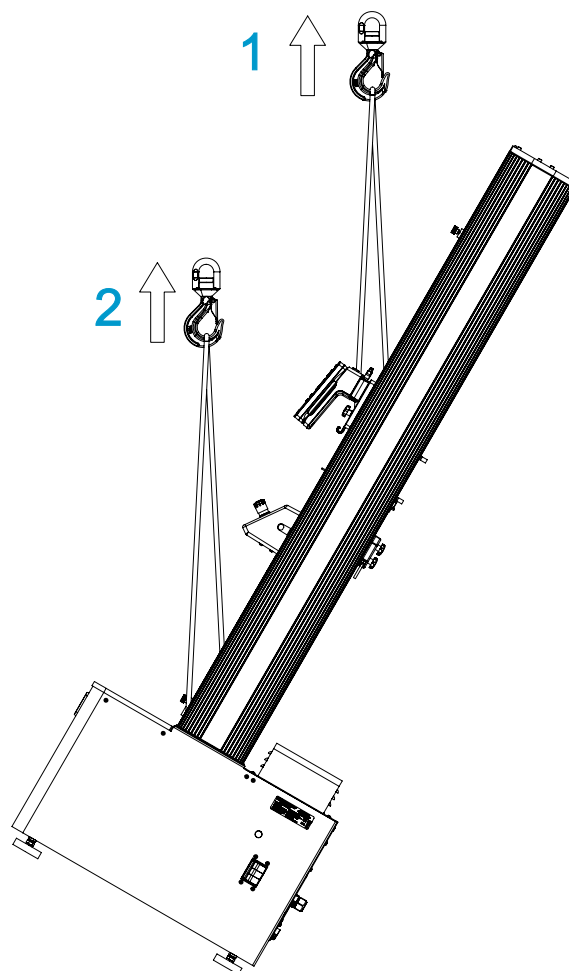

Figure 18. Redressement du bâti de charge à l'aide d'une grue
Voir Figure 18 à la page 70.
2. Attachez les deux élingues à la traverse et fixez-les au crochet de la grue comme indiqué dans Figure 18 à la page 70. Si vous utilisez des chaînes au lieu d'élingues, entourez-les d'un matériau protecteur pour éviter de rayer ou d'endommager la surface de la traverse. Les chaînes peuvent également endommager d'autres parties du bâti, la plaque supérieure par exemple ; veillez à enrouler un matériau de protection autour de tous les composants vulnérables.
3. Installez deux boulons de levage M16 dans la base du bâti et fixez deux élingues supplémentaires aux boulons, comme indiqué sur Figure 18 à la page 70.
Légende pour Figure 18